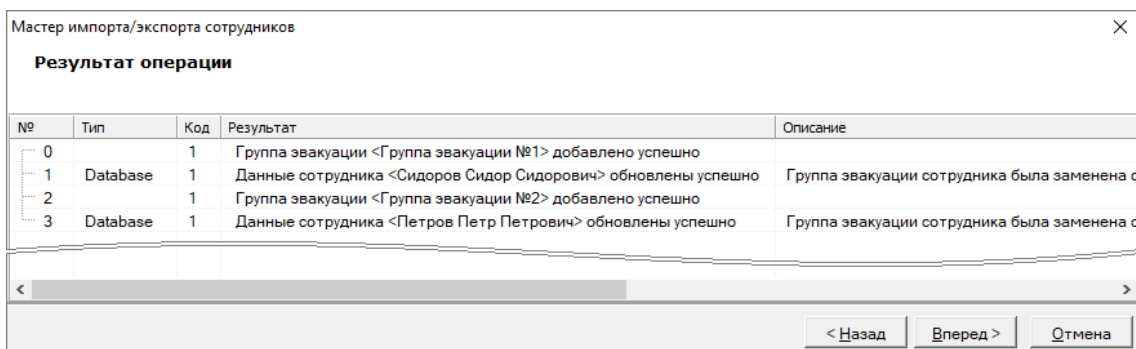

Рисунок 15-55 Отчет о результатах импорта
- 5) В шаге «Результат операции импорта» (см. п. 15.4.5) просмотреть отчет о результатах импорта, в примере – добавление групп эвакуации и обновление данных сотрудников в виде назначения новых групп эвакуации (см. Рисунок 15-55);